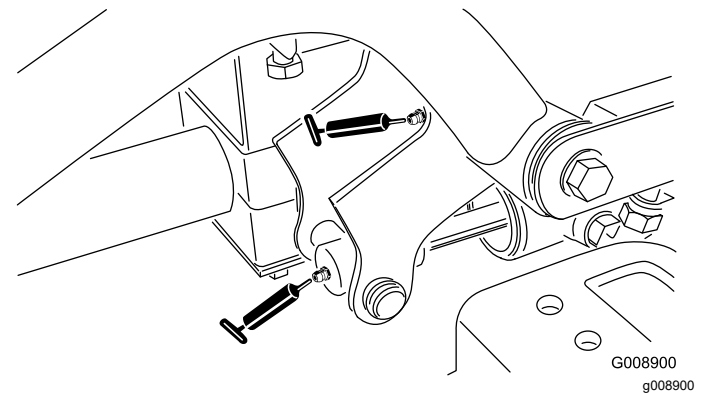

Bild 62
- Rechte vordere Hubarm-Drehbüchsen und Hubzylinder (2) (Bild 62)